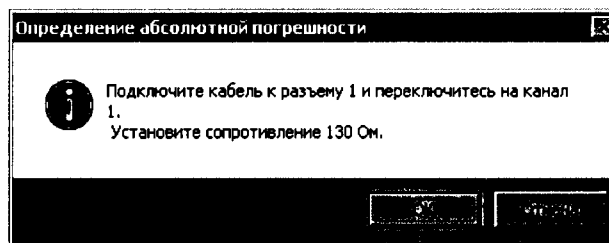

Рисунок 15 - Окно «Определение абсолютной погрешности»
4.4.24 ПЭВМ произведет три измерения и расчет абсолютной погрешности измерения сопротивления с последующим отображением результатов на экране (Рисунок 11), после чего появится окно «Определение абсолютной погрешности» с надписью «Подключите кабель к разъему 1 и переключитесь на канал 1. Установите сопротивление 130 Ом» (Рисунок 15).
4.4.25 Прервать процесс измерения путем нажатия кнопки «Отмена» в окне задачи «Определение абсолютной погрешности» (Рисунок 15).